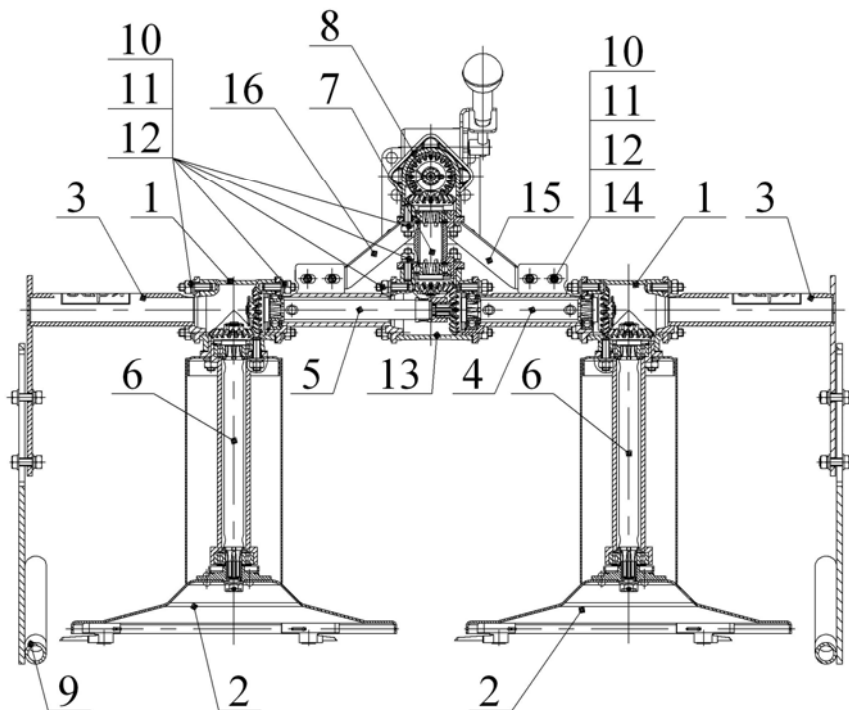

Рисунок 3 – Устройство косилки.
3.2.1 Для заполнения редукторов привода 1 режущих дисков 2 (рисунок 3) необходимо отвернуть гайки 10, снять шайбы 11, 12 и корпуса трансмиссий 3.
3.2.2 Для заполнения редукторов 8 и 13 (рисунок 3) необходимо отвернуть восемь гаек 10 (рисунок 3) крепления к трансмиссии средней 7. В полость редукторов 8 и 13 добавить по 50 см³ солидола ГОСТ 4366-76.